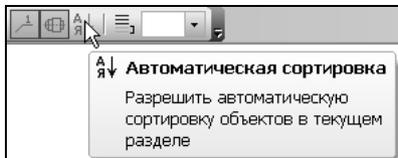

Рис. 9.102. Опция включения/отключения **Автоматической сортировки**
5. По умолчанию система автоматически сортирует компоненты. Однако в ряде случаев требуется откорректировать порядок следования компонентов. Для этого необходимо снова перейти в нормальный режим просмотра спецификации и выделить строку компонента, порядок следования которого надо изменить. Отключите **Автоматическую сортировку** объектов в текущем разделе спецификации (рис. 9.102). Командой **Редактор | Сдвинуть объект вниз** переместите компонент на нужную строку. Отредактируйте номера позиций.